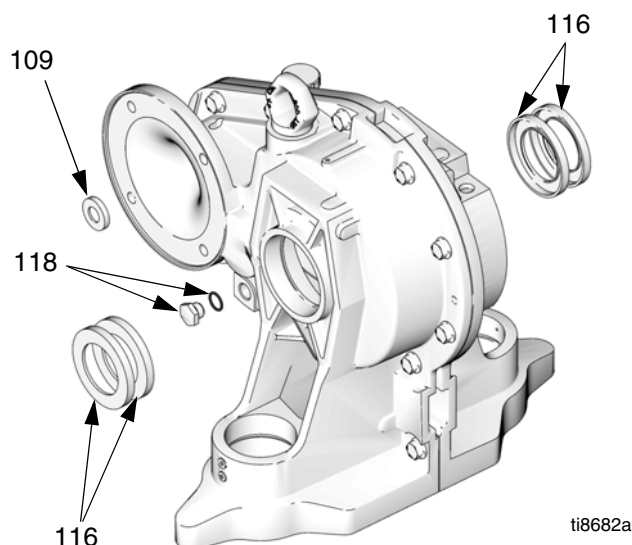

FIG. 24. Juntas del reductor de engranajes
5. Retire cuatro tornillos (12) y ambas tapas (21, 32).
6. Vea la FIG. 24. En el lado del motor del reductor de engranajes, desenrosque el tapón de drenaje de aceite con junta (118). Perfore la junta de entrada (109) con un tornillo para chapa metálica templado y extraiga la junta.